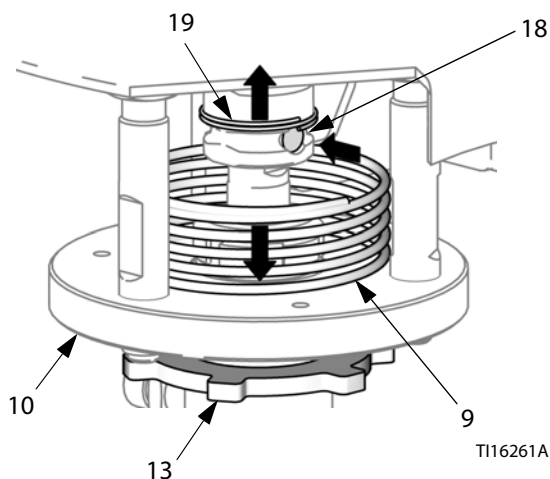

Рис. 6. Защитная пружина и соединительный штифт
- См. Рис. 6. Нажмите на предохранительную пружину (9) и удерживайте ее в таком положении, чтобы получить доступ к соединительному штифту (18). Поднимите фиксирующую пружину (19) и выньте штифт с помощью отвертки или зубила.
- Ослабьте стопорную гайку (13).